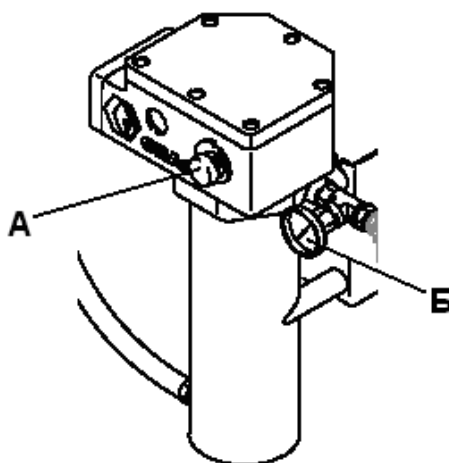

Рис. 8
9. Включите подогреватели проточного типа. Выставьте на них интенсивность нагрева требуемую для заданного прогрева бочек, повернув рукоятку (А) по часовой стрелке (Рис.8). Следите за температурой на шкале Б. Не допускайте сильного перегрева компонентов.